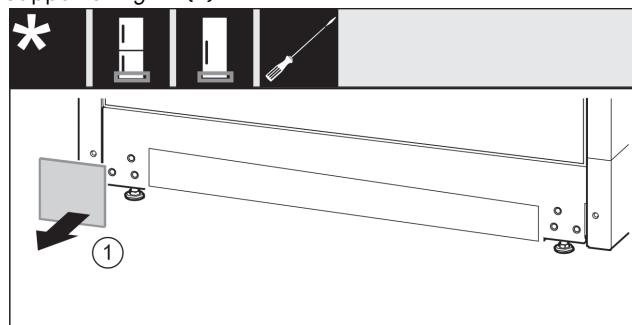

Fig. 18
- ▶ Togliere la copertura. Fig. 18 (1)